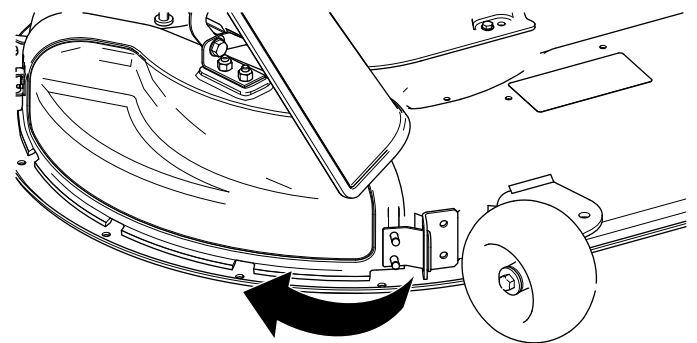

**Bild 12**
5. Winkeln Sie die Metallnase an der Auswurfkanalabdeckung aus dem Schlitz in der Halterung ab, die am Mähwerk angeschweißt ist (Bild 12).